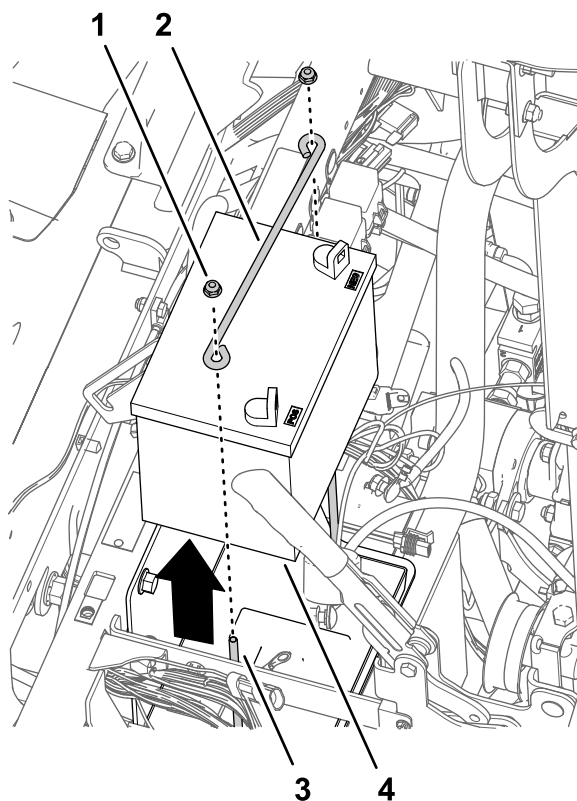

Figura 169
4. Instale a cobertura que removeu no passo 2 de Remoção do volante \(página 73\) no volante (Figura 169).
1. Retire as duas porcas de bloqueio flangeadas e a barra de fixação dos dois parafusos em J que prendem a bateria ao suporte da bateria da máquina (Figura 169).
2. Retire a bateria da máquina (Figura 169).